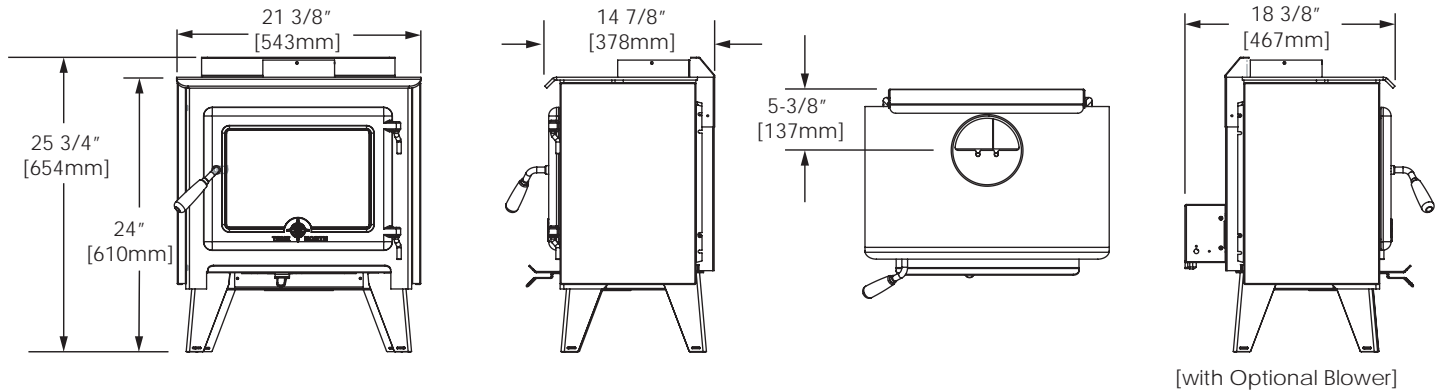

Figure 1: TN10 Dimensions.
2. Les dégagements aux surfaces et matériaux combustibles utilisant un tuyau de raccordement à simple paroi sont montrés à la Figure 1 (Page 8). Les dégagements peuvent être réduits en utilisant certains matériaux isolants. Consultez les agents des codes de sécurité-incendie de votre région, pour l'approbation.
3. Pour les dégagements étroits, utilisez un tuyau de raccordement homologué à double paroi (v. Fig.1, Page 8).
Ce poêle doit être installé avec un tuyau de raccordement homologué à double paroi et un système de cheminée compatible homologué ULC S-629 ou UL103HT. Les dégagements aux surfaces et matériaux combustibles sont montrés aux Figures 1, 2 et 4 (Pages 8, 10 et 13). Ces dégagements peuvent être réduits en utilisant divers matériaux isolants. Consultez les responsables du code de sécurité-incendie de votre région, pour l'approbation.
1. Positionnez le poêle, la protection de plancher et le trou pour la prise d'air de combustion, en maintenant les dégagements spécifiés sur l'étiquette d'homologation et aux Figures 1 ou 2.